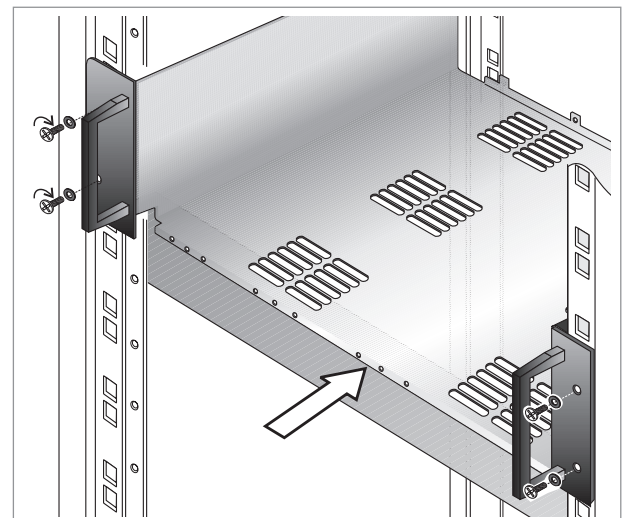

Fig. 2.1.4
2. Insert the modules-cage as shown in Figure 2.1.4, securing it to the rack by means of the screws provided for this purpose.
2. Introduire le support comme indiqué à la figure 2.1.4, et le fixer au rack à l'aide des vis prévues à cet effet.
2. Den Korb einsetzen, wie in Abbildung 2.1.4 dargestellt und das Rack mit den beiliegenden Schrauben befestigen.
Fig./Abb. 2.1.4